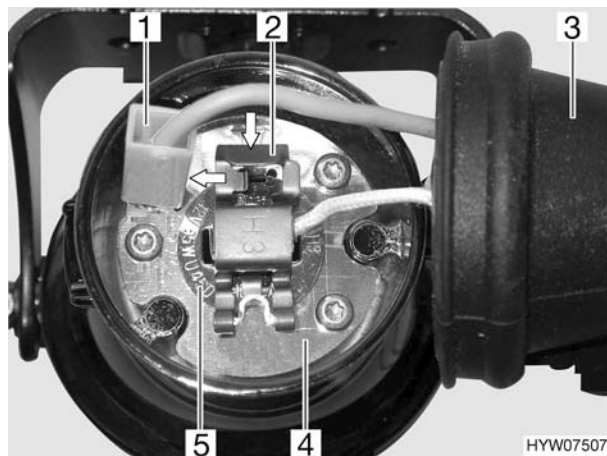

Fig. 197 Luce fendinebbia
- Afferrare dietro la luce fendinebbia e rimuovere il copripolvere di gomma (Fig. 197,3) dall'alloggiamento (Fig. 197,4).
- Togliere il cavo negativo (Fig. 197,1) dall'involucro.
- Premere la graffa di supporto (Fig. 197,2) per sganciarla e spingerla di lato.
- Estrarre dall'involucro la lampada ad incandescenza (Fig. 197,5) con il cavo.